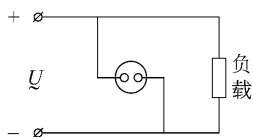

图 1-11 交流电压表
(3) 测量交流电压不用判断被测电压的极性,只要将电压表的两端与被测电压的两点并联即可,如图 1-11 所示。